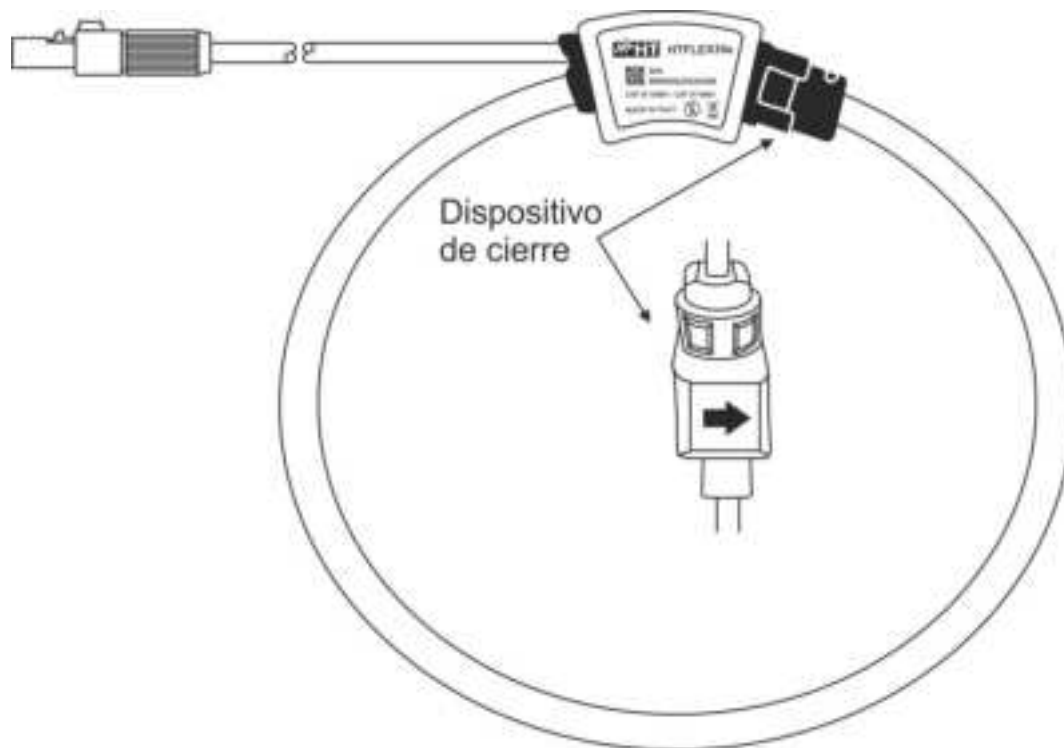

Fig. 2: Descripción de transductor HTFLEX35e
La pinza HTFLEX35e, ligera y flexible, es un transductor de corriente que puede ser envuelta alrededor de la mayor parte de los conductores. El transductor tiene una curvatura predefinida que permite maniobrar con facilidad alrededor de los conductores (ver Fig. 2). La versatilidad aplicativa y el grado de aislamiento diferencian el transductor HTFLEX35 de los otros métodos de medida de corriente. El transductor de medida está construido utilizando materiales no ferrosos, minimizando en tal modo cualquiera influencia para acoplamiento magnético sobre el circuito bajo prueba.
La pinza de corriente a diferencia de la mayor parte de los actuales TA, ha sido proyectados para permitirle al operador de posicionarla alrededor del conductor sin interrumpirlo. Aunque la salida del Transductor HTFLEX35e sea CA, en algunos casos puede ser necesario orientar el transductor de modo tal que a los terminales de salida la polaridad sea definida (Ejemplo: medidas de potencia). Éste puede ser hecho instalando el transductor alrededor del conductor prestando atención a la flecha impresa sobre el dispositivo de cierre (ver Fig. 2) dirijase en la dirección dónde, circula la corriente, o bien del generador a la carga. Cuando se realicen medidas sobre instalaciones trifásicas, es además necesario respetar la correspondencia entre la sonda voltiamperimétrica del instrumento de medida conectado y el transductor de pinza relativos a la misma fase.
1. Envolver la bobina alrededor del conductor, uniendo los dos extremos de la pinza, respetando la flecha en la parte trasera del dispositivo de cierre (ver Fig. 2) que indica, por convención, la dirección de la corriente desde el generador a la carga